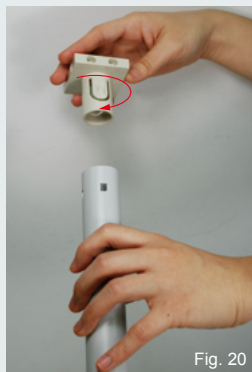

Fig. 20
**⚠ OBS!** Var försiktig när du monterar ihop delarna. Klämrisk (Fig. 20).
- Tryck i röranslutningen i röret och vrid tills du hör ett klickljud (Fig. 20).